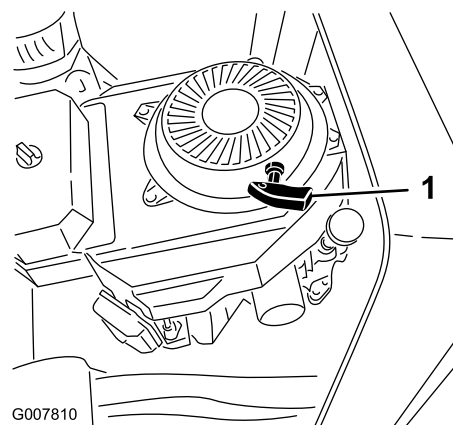

Figura 20
- Per il modello 22970, girate la chiave in posizione On e tirate la maniglia di avviamento per avviare il motore (Figura 20).